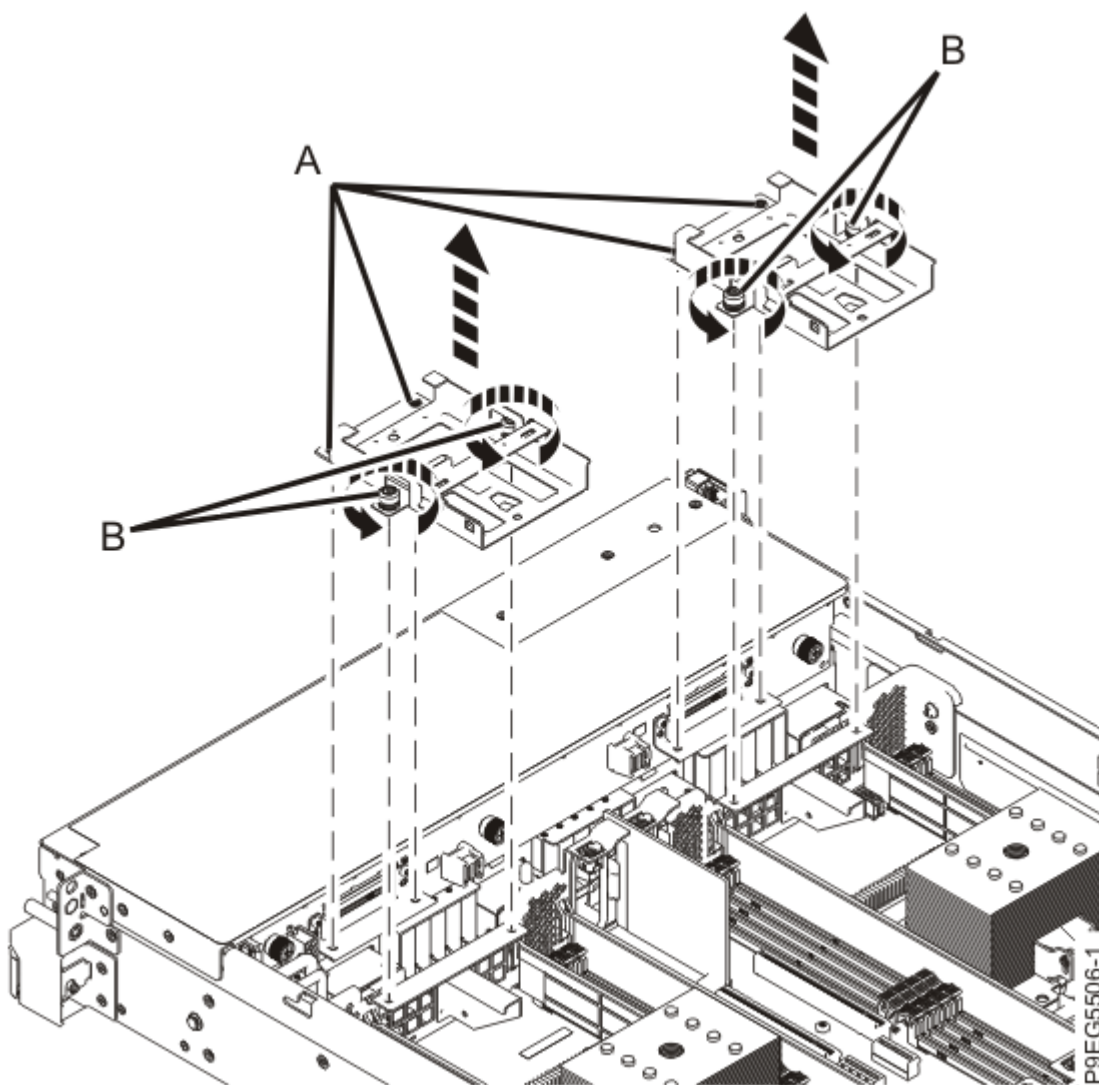

図 9. ドライブ・トレイの取り外し
4. ドライブ・トレイ (A) を取り外します (11 ページの図 9 を参照)。